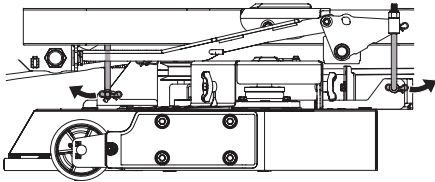

Figure 46
- Retirez la goupille de l'axe de chape de chaque tige de réglage. Une tige est placée de chaque côté avant du plateau et de chaque côté arrière. La Figure 46 présente le côté gauche du plateau.